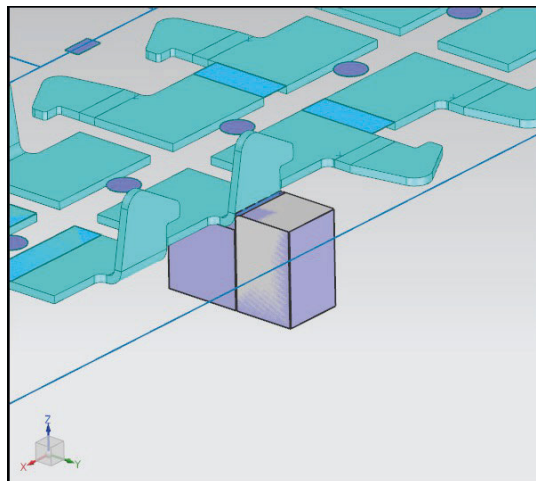

Рис. 9.6. Загруженный стандартный пуансон
8. Выберите модель загружаемого пуансона. В разделе **Представление для папки** укажите каталог *Straight\_Up* (характеризуется закреплением матрицы в верхней части штампа, пуансона в нижней половине). Выберите классификацию *punch* (загрузка пуансона). Укажите модель пуансона в разделе **Вид элемента** *BUA [Bend Up Punch, Without Screw]*. Геометрические параметры представлены в разделе **Подробная**. В данном примере не изменяйте их. Нажмите **ОК**. Вид инструмента представлен на рис. 9.6.